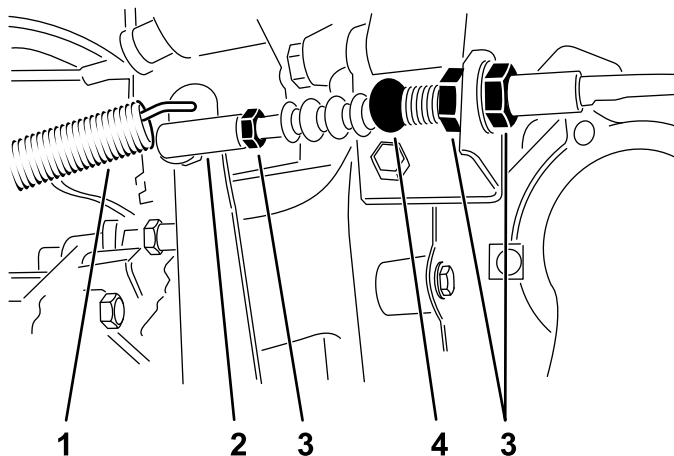

Figura 63
1. Allentate i controdadi che fissano il cavo della frizione alla staffa sul cappuccio del volante (Figura 63).